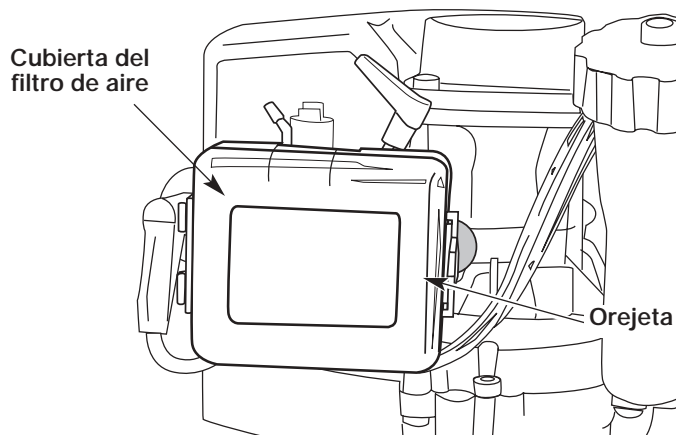

Fig. 7
1. Quite la tapa del carburador/filtro de aire empujando la lengüeta, situada a la derecha de la tapa (Fig. 7).
7. Vuelva a instalar el filtro y la cubierta del filtro de aire (Fig. 7).